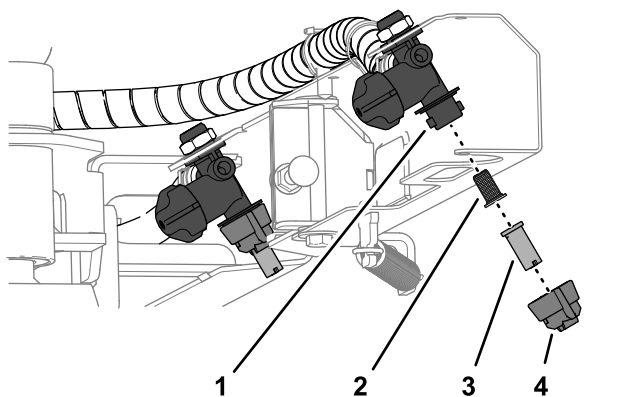

Figura 55
1. Gire el tapón de la boquilla 90° en sentido antihorario y retire el tapón del cuerpo de la boquilla (Figura 55).
2. Retire la boquilla, la junta y el filtro del cuerpo de la boquilla (Figura 55).
4. Monte el filtro en el cuerpo de la boquilla (Figura 55).
5. Monte la boquilla en la tapa de la boquilla (Figura 55).
6. Instale la boquilla y la tapa en el cuerpo de la boquilla (Figura 55).
7. Gire el tapón de la boquilla 90° en sentido horario (Figura 55).